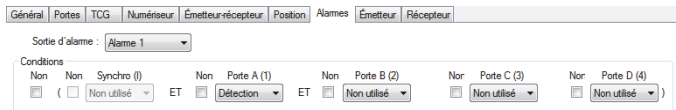

Figure 4-54 Onglet Alarmes
- Configurez les alarmes dont l'enclenchement lancera l'enregistrement du A-scan dans l'onglet **Alarmes** de la barre de dialogue **Réglages ultrasons**. Vous pouvez configurer quatre alarmes différentes qui auront toutes le même effet. (voir Figure 4-54 à la page 156).